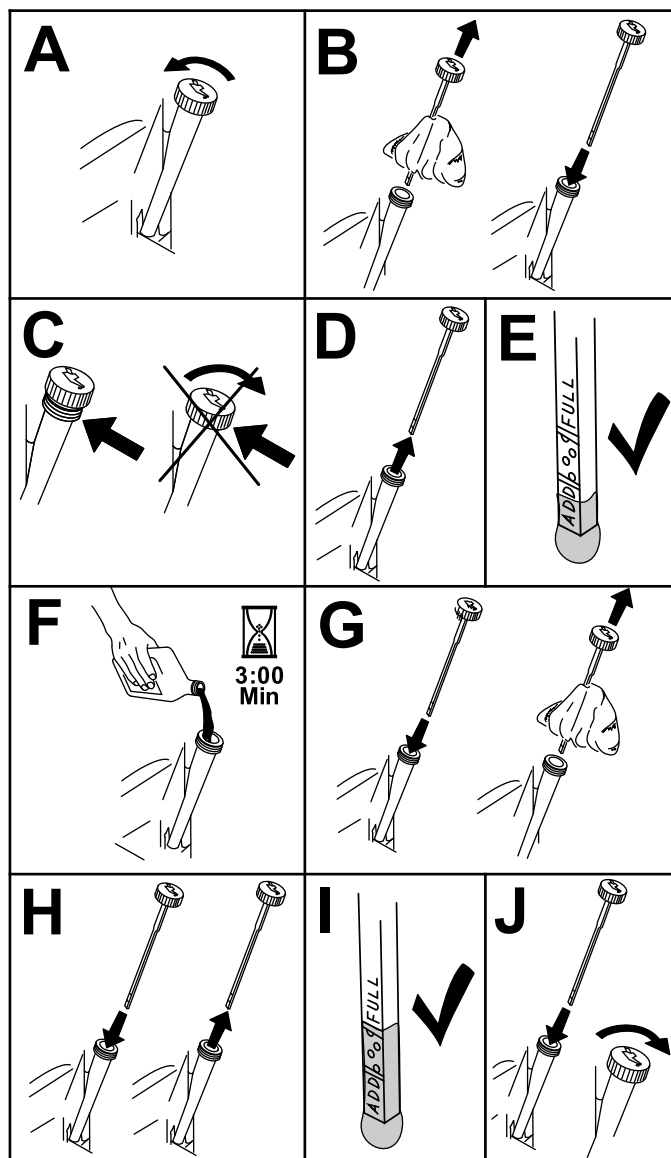

Figura 49
3. Para que no entre suciedad, recortes de hierba, etc., en el motor, limpie la zona alrededor del tapón de llenado/varilla de aceite antes de retirarlo (Figura 49).